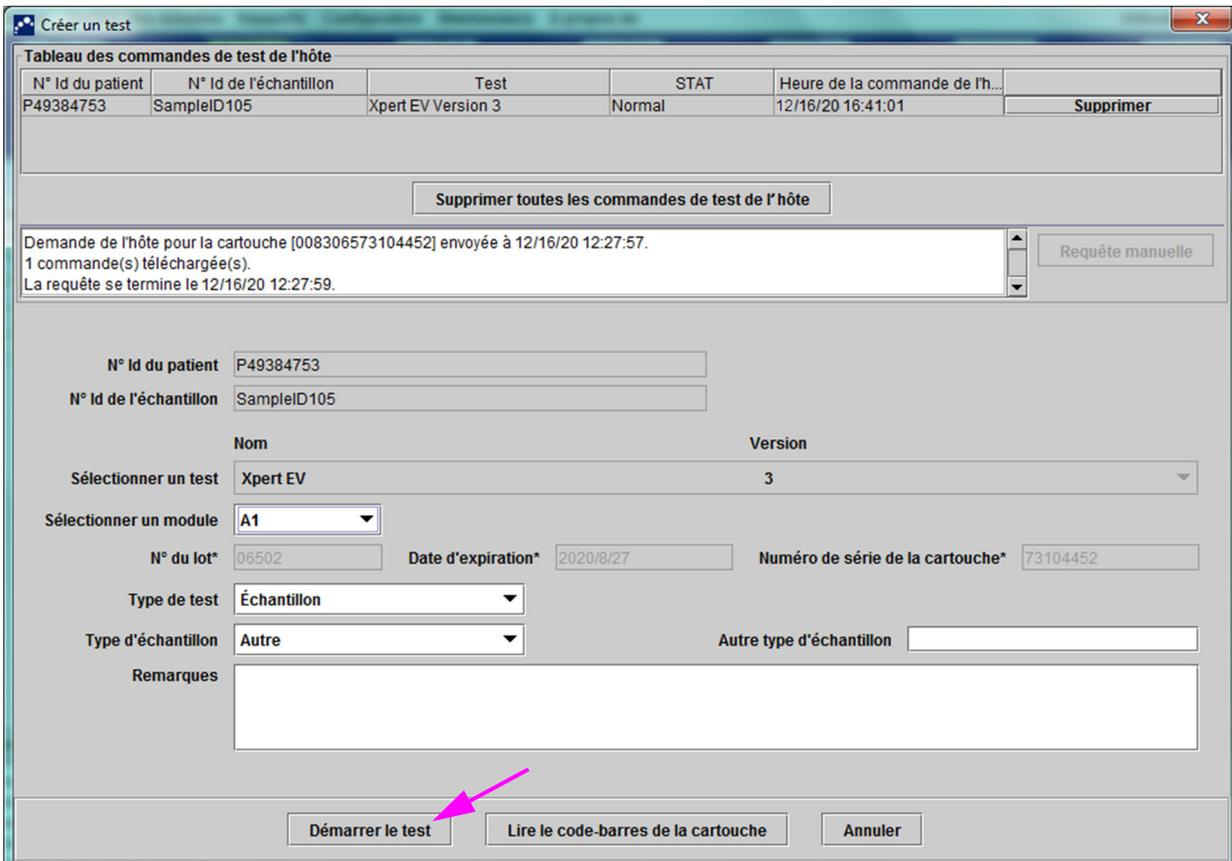
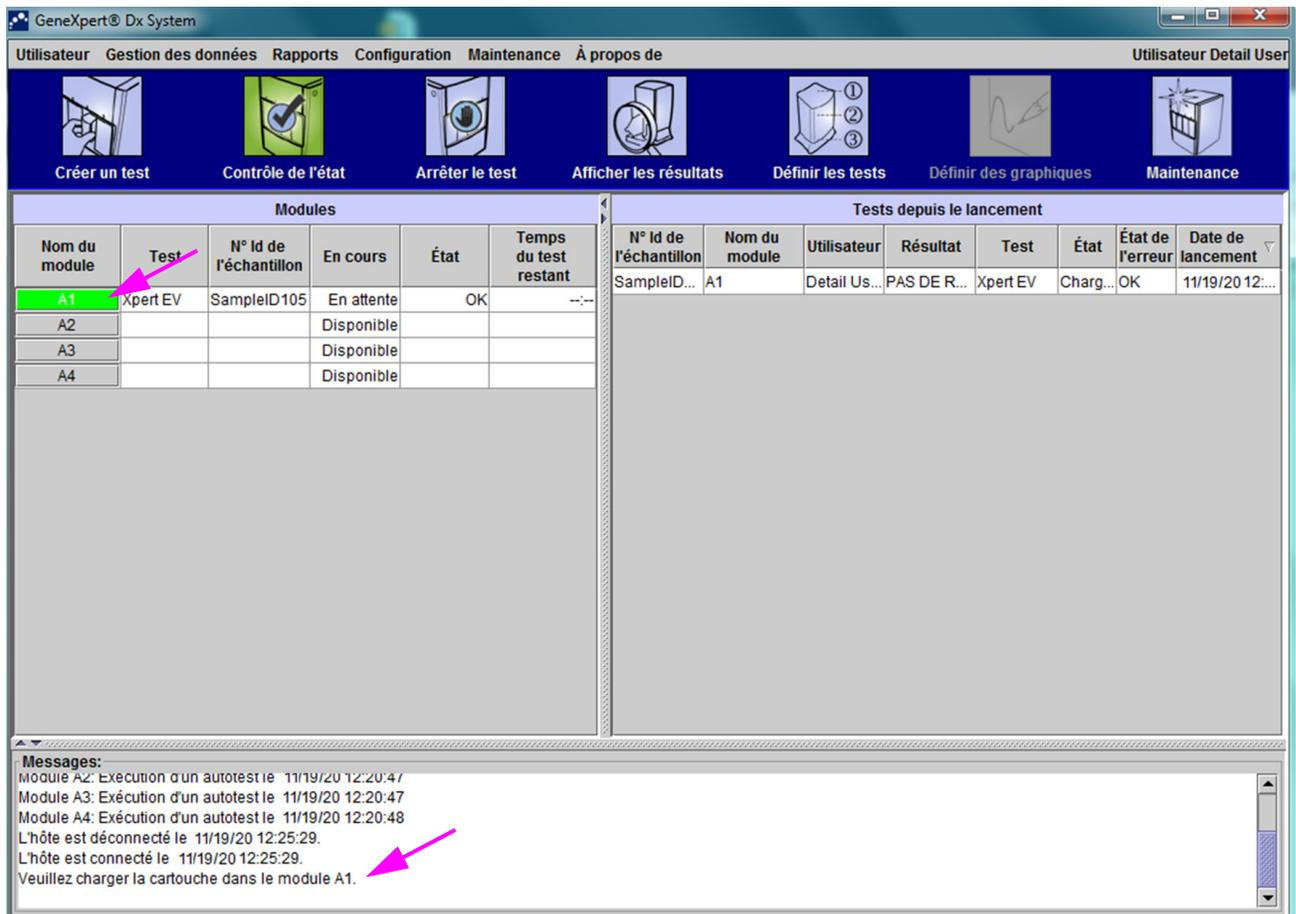

Figure 5-115. Écran Créer un test, montrant la requête de cartouche terminée
Figure 5-116. Écran d'accueil GeneXpert montrant le message de téléchargement de cartouche
Le Système GeneXpert Dx va effectuer des requêtes sur le système Cepheid Link pour vérifier que la commande existe sur le système. Si la commande existe, elle sera téléchargée vers le Système GeneXpert Dx. (voir la Figure 5-115).
4. Dans la section **Tableau des commandes de test de l'hôte**, (voir la Figure 5-115), passez en revue la commande. Saisissez si nécessaire des informations ou des remarques supplémentaires, puis sélectionnez le bouton **Démarrer le test**. L'écran d'accueil du GeneXpert apparaît, affichant un message demandant de télécharger la cartouche dans le module, qui est mis en valeur en vert. Voir la Figure 5-116.